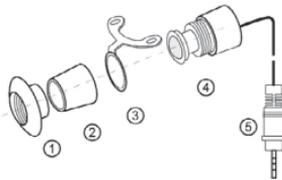

рис. 2. Элементы камеры и её крепёж
- Кронштейн может быть закреплен с помощью шурупов или винтов, входящих в комплект. При предварительном монтаже не затягивайте их до конца, оставьте возможность точной настройки положения камеры. Воспользуйтесь технологическим отверстием и пропустите вовнутрь штекер от видеокамеры (поз. 5, рис. 2). В случае отсутствия технологического отверстия просверлите в обшивке автомобиля отверстие необходимого размера и пропустите вовнутрь штекер от видеокамеры.
- Вставьте в отверстие резьбовое кольцо (поз. 1, рис. 2) до упора. С внутренней стороны бампера завинтите камеру. Не затягивайте резьбу слишком сильно.